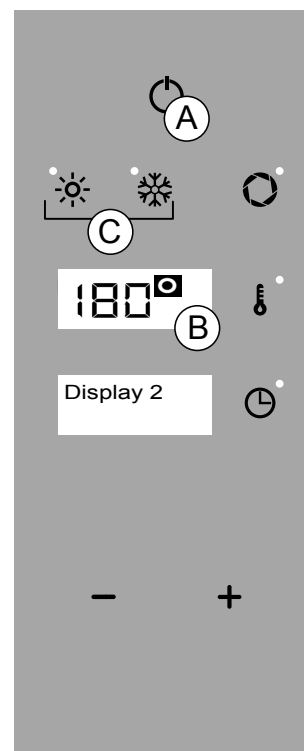

Fig.3
BRUCIATORE GAS Acceso / °C lampeggiante - BRUCIATORE GAS Spento / °C fisso (Fig 3/B)
Premere il tasto "ON/OFF" per attivare menù principale (Fig 3/A).
Premere la funzione desiderata (Fig 3/C).
1. In modalità menù principale premere il tasto "ON/OFF" (Fig 3/A).